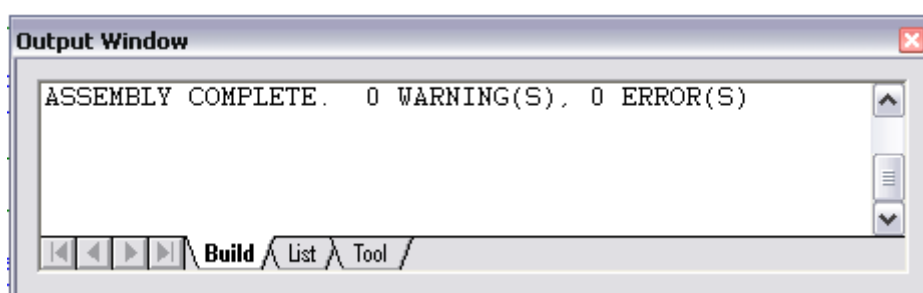

Рис.17. Окно сообщений
- Выбрав пункт **Build/Make Project** или **Rebuild Project** из меню **Project**, произведите компиляцию и сборку проекта. Результат будет отображаться в окне сообщений с предупреждениями (WARNINGS) и ошибками (ERRORS) (рис. 17).